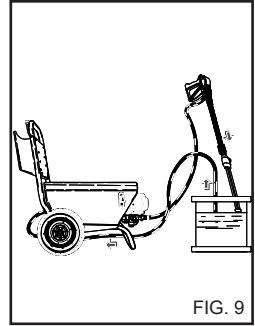

FIG. 9
- 1) После использования моющего средства сполосните под давлением контур подачи воды: включите насос на 1 минуту с полностью закрытым дозирующим краном. (fig. 9)
4) После использования моющего средства сполосните под давлением контур подачи воды: включите насос на 1 минуту с полностью закрытым дозирующим краном. (fig. 9).